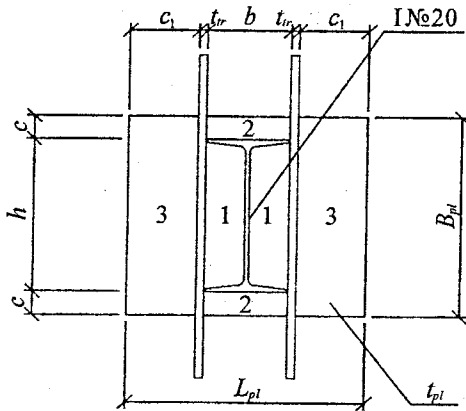

Рисунок 14.1 – Схема бази центрально стиснутої колони
1. Накреслити схему, яка наведена на рис. 14.1, і виконати обчислення згідно з прикладом, наведеним нижче.